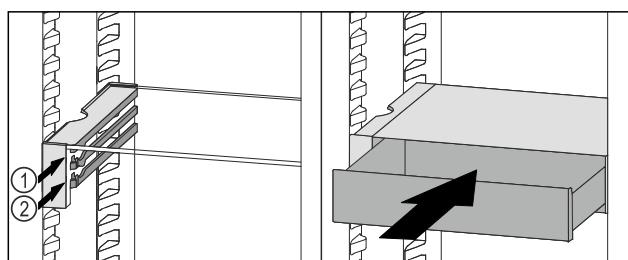

Fig. 61
- Predal VarioSafe namestite za zaustavljalnimi elementi na želeni nastavek Fig. 61 (1) ali Fig. 61 (2).